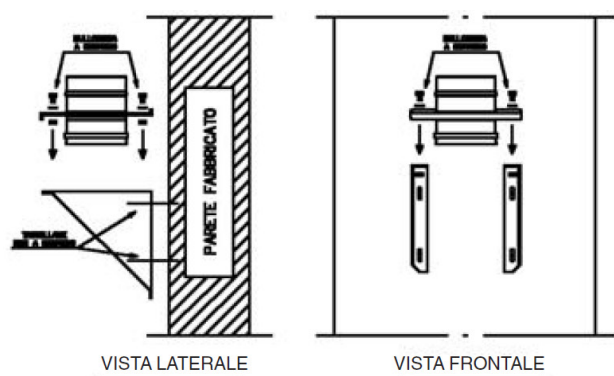

Fig.3a
- Fissare i due elementi della coppia supporti al muro, creando tra essi un piano di appoggio orizzontale; fissare successivamente la piastra serrando i dadi ai rispettivi bulloni, come illustrato in (Fig. 3a e 3b)